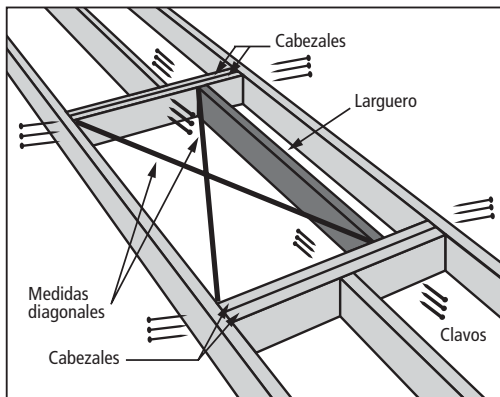

FIGURA 20
**(Figura 20)**
- Coloque dos cabezales en cada extremo de la abertura y fíjelos con (3) clavos de 16d (aprox. 3 ½” de largo) en cada extremo de cada cabezal.
- Sujete con (3) clavos de 4” en cada extremo del larguero.